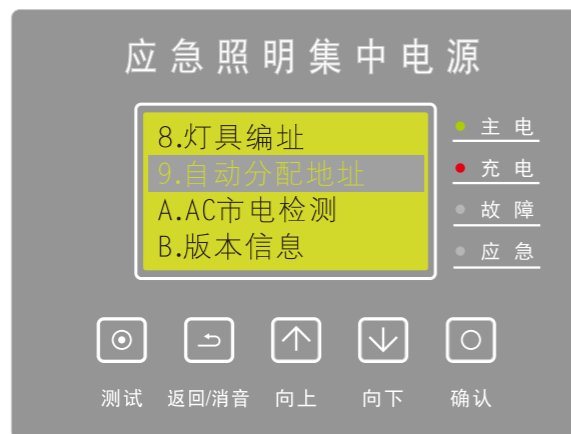

图24
(10)、自动分配地址：在主屏时，按【确认】键进入菜单，按【向上/向下】键选择【自动分配地址】(如图24)按【确认】键进入。（注：每条回路所配接的灯具需携带灯具固有的UID码）